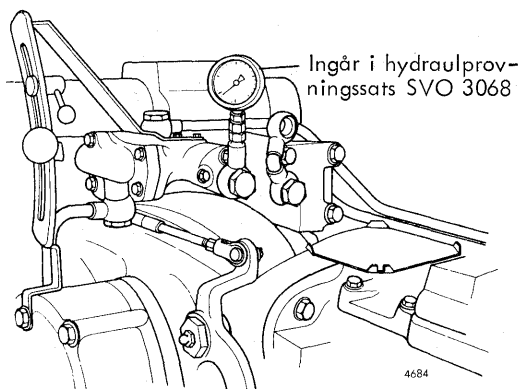

Fig. 43.
1. Monter et manometer på regulerings-ventilens udtag, som vist i fig. 43.